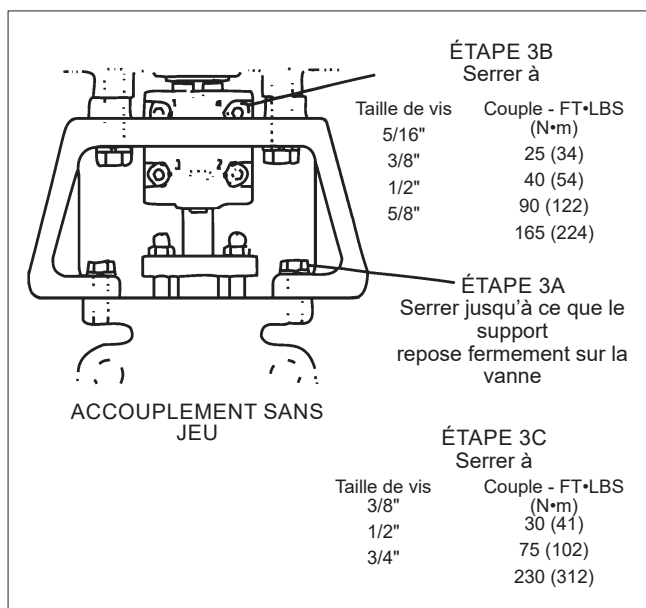

Figure 13.
4. Abaissez l'actionneur et le support sur la vanne tout en engageant l'entraînement de la tige de l'actionneur dans l'accouplement. Serrez les vis juste assez pour fixer fermement le support à la vanne. Le support devrait ainsi pouvoir se déplacer, permettant à l'accouplement d'aligner les axes de la vanne et de l'actionneur. (**voir Figure 13, étape 3A.**)
- Serrez les vis d'accouplement sans jeu aux couples indiqués à la **Figure 13, étape 3B**. Serrez tel qu'indiqué en ordre alterné.
- Serrez complètement les vis qui maintiennent le support à la vanne, tel qu'illustré à la **Figure 13, étape 3C**.
- Vérifiez à nouveau les couples des vis de l'accouplement sans jeu, reportez-vous aux couples de la **Figure 13, étape 3B**. Serrez tel qu'indiqué en ordre alterné.